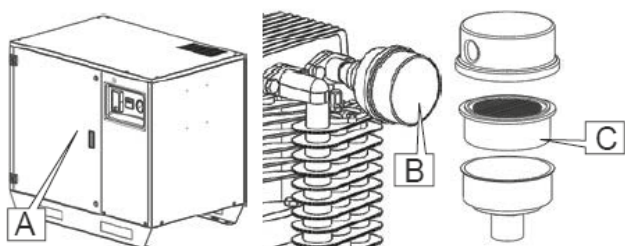

Fig. 13
- 3 Deschideți ușa cu cheia din dotare Pos. A Fig.13.
- 4 Deșurubați capacul Pos.B Fig.13, scoateți cartușul și înlocuiți-l cu unul nou.